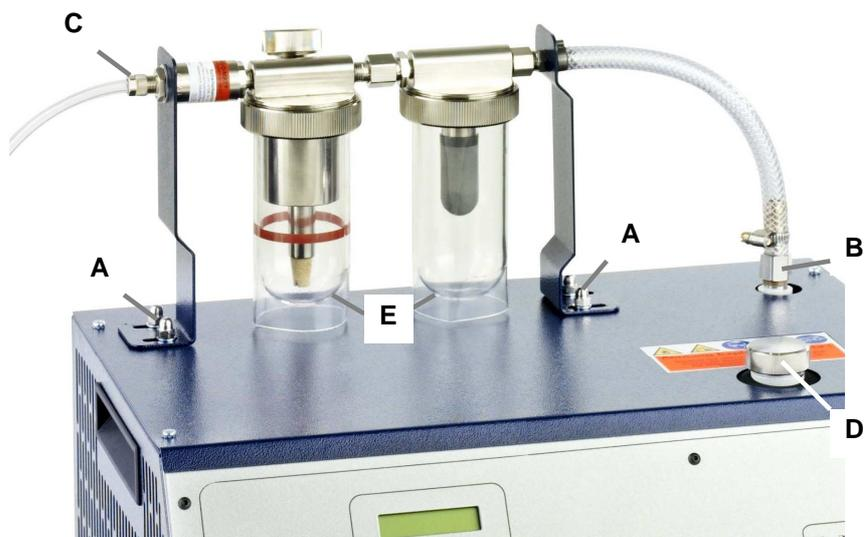

Bild 5.2. Korrekt angeschlossenes Geräte-Oberteil
Betreiben Sie das Gerät nie ohne die Schutzhülle (Bild 5.2.E.) über den Gläsern!
1. Verschlusskappe vom Einfüllrohrs (*siehe Bild 5.2.D.*) des Elektrolytreaktors abschrauben.